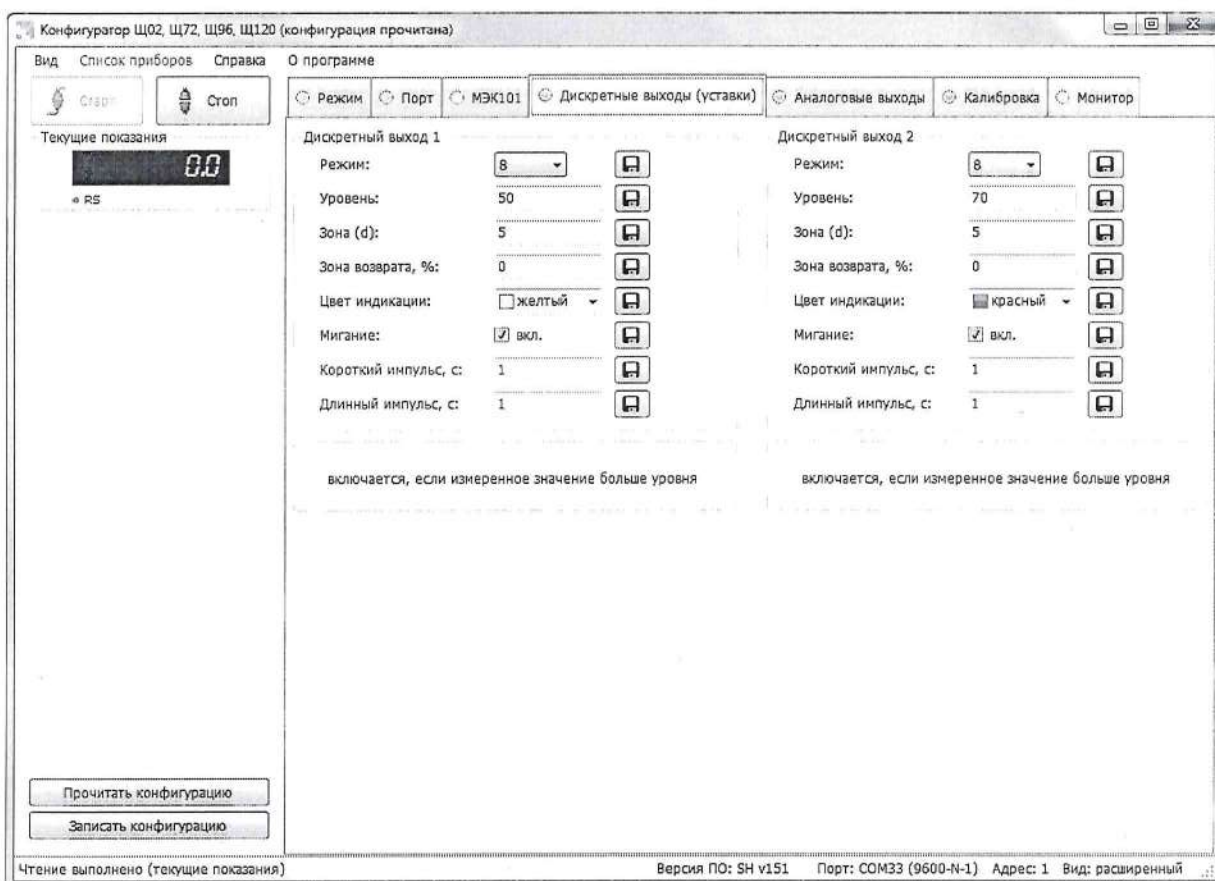

Рисунок 7 – Настройка дискретных выходов
3.8.5 Конфигурирование дискретных выходов (рисунок 7)